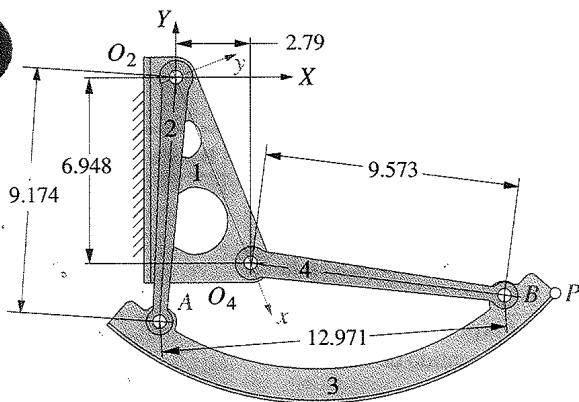

FIGURA P7-28 Problemas 7-72 y 7-73 Mecanismo de compartimento de equipaje de avión, dimensiones en pulgadas
7.72 Encuentre las aceleraciones angulares de los eslabones 3 y 4 y la aceleración lineal del punto P en el sistema de coordenadas XY del mecanismo de la figura P7-28 en la posición mostrada. Suponga que $\theta_2 = -94.121^\circ$ en el sistema de coordenadas XY, $\omega_2 = 1$ rad/s y $\alpha_2 = 10$ rad/s². La posición del punto P del acoplador en el eslabón 3 con respecto al punto A es: $p = 15.00$, $\delta_3 = 0^\circ$.
†7-73 Para el mecanismo de la figura P7-28, escriba un programa de computadora o utilice un solucionador de ecuaciones tal como *Mathcad*, *Matlab* o *TKSolver* para calcular y graficar la velocidad y aceleración angulares de los eslabones 2 y 4, y la magnitud y dirección de la velocidad y aceleración del punto P en función de θ_2 a través de su posible rango de movimiento comenzando en la posición mostrada. La posición del punto del acoplador P en el eslabón 3 con respecto al punto A es: $p = 15.00$, $\delta_3 = 0^\circ$. Suponga que cuando $t = 0$, $\theta_2 = -94.121^\circ$ en el sistema de coordenadas XY,